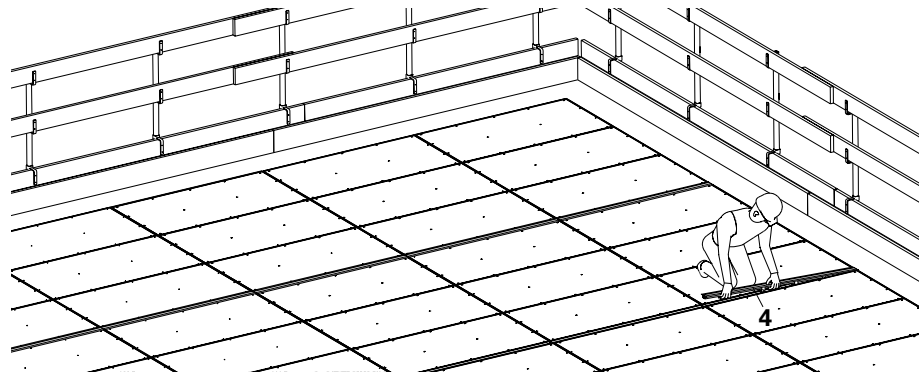

Fig. A4.19
3. Mettre en place les couvre-joints SAL (4). (Fig. A4.19)